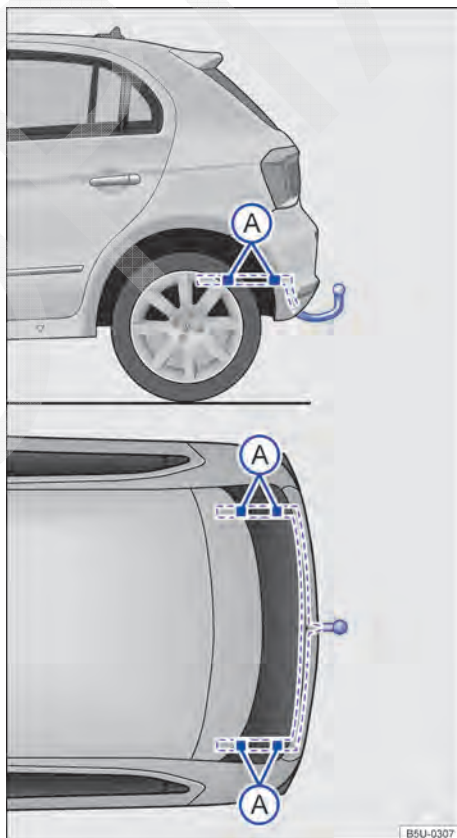

Fig. 122 Pontos de fixação para instalar um dispositivo de reboque posteriormente.
A figura → Fig. 122 ilustra, como exemplo, o ponto de fixação para instalar um dispositivo de reboque do modelo Novo Gol 4 portas. O modelo Novo Gol 2 portas segue o mesmo conceito.
A montagem posterior de um dispositivo de reboque deverá ser efetuada de acordo com as instruções do respectivo fabricante do engate, sempre respeitando os pontos de fixação indicados na → Fig. 122 (A).